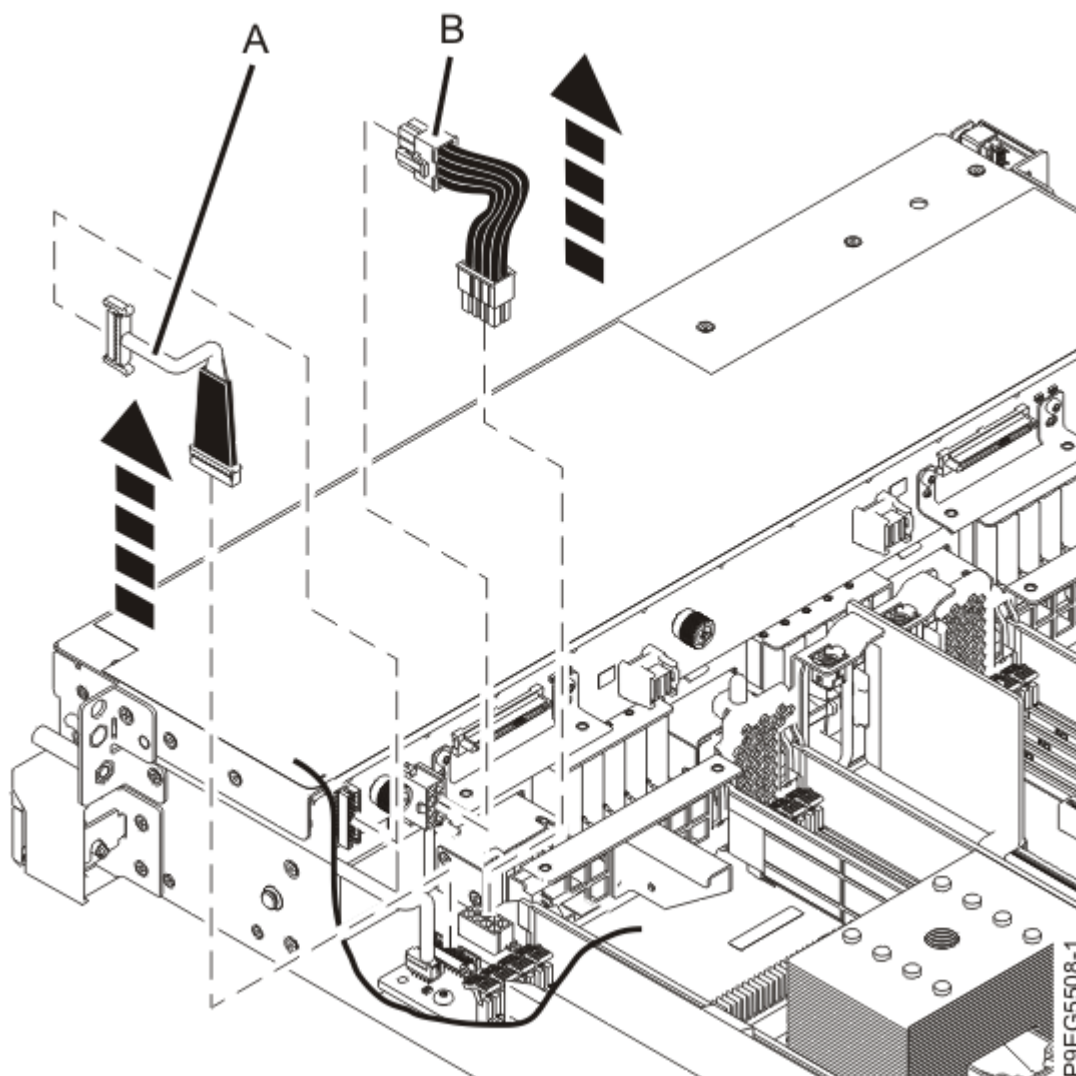

Figura 32. Desconexión del cable de señal y del cable de alimentación
3. Etiquete y desconecte el cable de alimentación **(B)** de la placa posterior de la unidad de disco, tal como se muestra en la Figura 32 en la página 37.